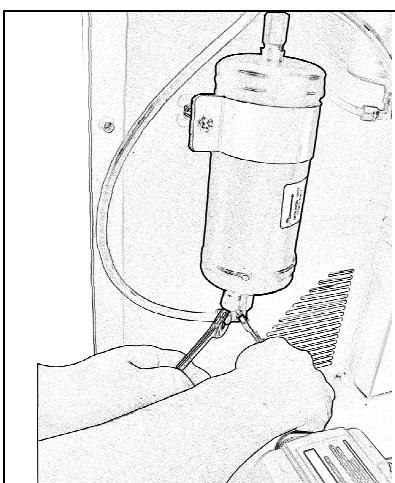

Fig. 1
- 1- Abra a tampa da impressora pressionando a tecla OPEN conforme mostrado (veja a Fig. 1).
- Desaperte a ligação dos tubos inferior e superior (Fig. 1 e 2) com o uso simultâneo das teclas